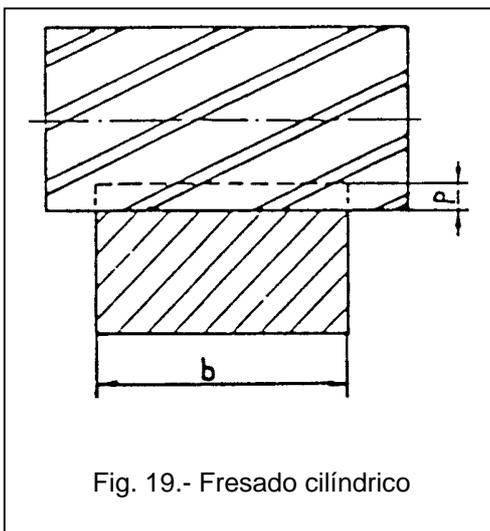

Fig. 19.- Fresado cilíndrico
**Fresado:** la profundidad de pasada guarda relación con el tipo de fresa empleada. En el fresado, además de la profundidad de pasada ( $p$ ), se tiene en cuenta también el ancho de pasada ( $b$ ). (Figs. 19, 20 y 21)